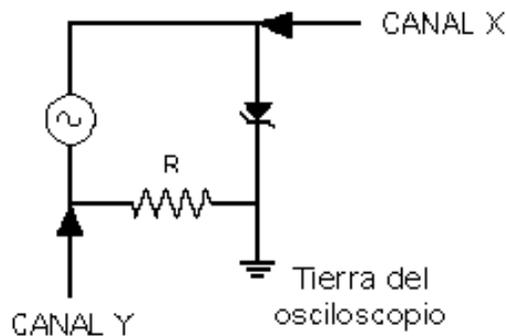

Figura 2.1. Circuito para observar la característica corriente-voltaje del diodo zener
2.- Después de observar la Figura 2.1, la cual representa el circuito con el que va a visualizar la característica corriente-voltaje del diodo zener en la pantalla del osciloscopio, indique:
3.- Utilizando los valores indicados por su profesor, realice la simulación interactiva del circuito de la Figura 2.1 en MULTISIM, usando el osciloscopio Tektronix de la sección de instrumentos virtuales a fin de observar en la pantalla la curva característica del componente.
- 3.- Monte el circuito de la Figura 2.1 con los valores indicados por su profesor.